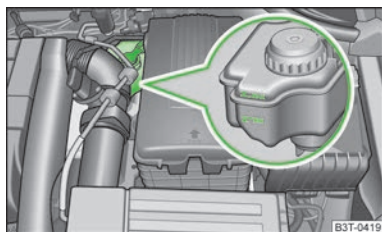

Fig. 144
- > Verificați nivelul lichidului de frână pe recipientul acestuia » fig. 144. Nivelul trebuie să se găsească între marcajele „MIN” și „MAX”.